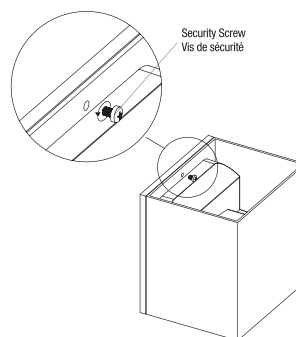

Fig. 4
11. Install the exterior housing on the luminaire and lock it by using the security screw as shown in Fig. 4.
11. Installer le boîtier extérieur sur le luminaire et le verrouiller à l'aide de la vis de sécurité comme indiqué sur la Fig. 4.